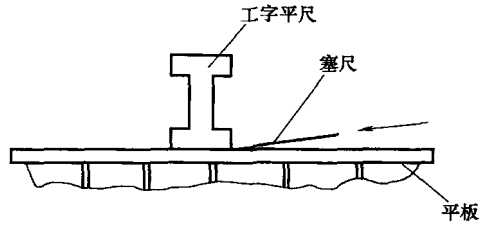

图 1-12 插入法
(3) 插入法 铲刮好的平板表面上放置一根工字平尺，如图 1-12 所示，用塞尺塞入平板与平尺之间的缝隙中，平尺放的位置与透光法、研点法相同，这种方法可以测量出平板的最大误差值，但只限于平面度误差大于 0.01mm 的间隙（因为塞尺最薄的是 0.01mm，小于 0.01mm 的误差就不能测得了）。